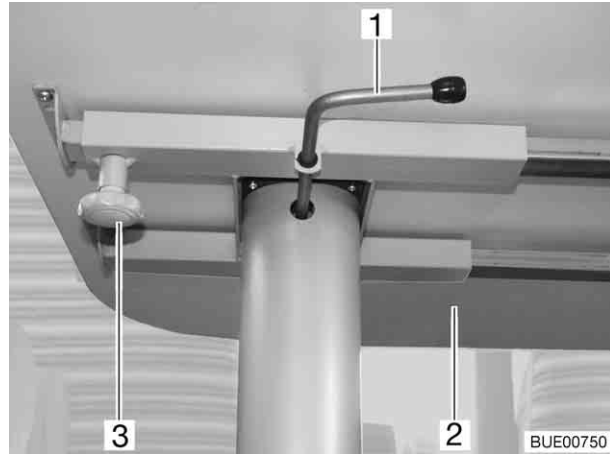

Fig. 67 Table à hauteur réglable
- Desserrer la vis moletée (Fig. 67,3).
- Déplacer le plateau (Fig. 67,2) dans la position désirée.
- Faire basculer le levier de verrouillage (Fig. 67,1) vers la gauche. Le verrouillage du mécanisme de réglage de la hauteur est ouvert.
- Appuyer le plateau de table (Fig. 67,2) au milieu vers le bas jusqu'à la butée et le maintenir appuyé.
- Faire basculer le levier de verrouillage (Fig. 67,1) vers la gauche (Fig. 67). Le mécanisme de réglage de la hauteur est verrouillé.
- Faire basculer le levier de verrouillage (Fig. 67,1) vers la gauche. Le verrouillage du mécanisme de réglage de la hauteur est ouvert. Le plateau de table s'élève jusqu'à la butée.
- Faire basculer (Fig. 67) le levier de verrouillage vers la gauche. Le mécanisme de réglage de la hauteur est verrouillé.